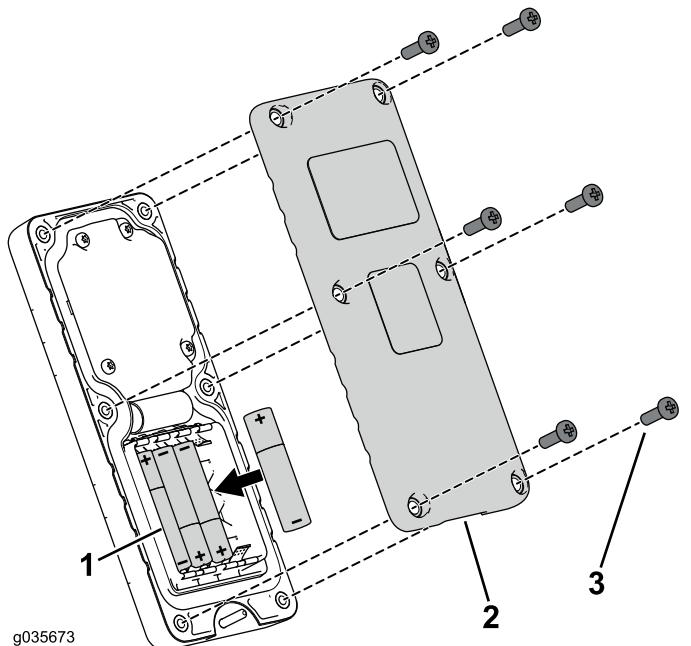

Figura 27
2. Instale las pilas en el alojamiento observando la polaridad correcta (Figura 27).
3. Vuelva a colocar la cubierta y fíjela con los 6 tornillos que retiró anteriormente (Figura 27) y apriételos a entre 1.5 y 1.7 N·m.